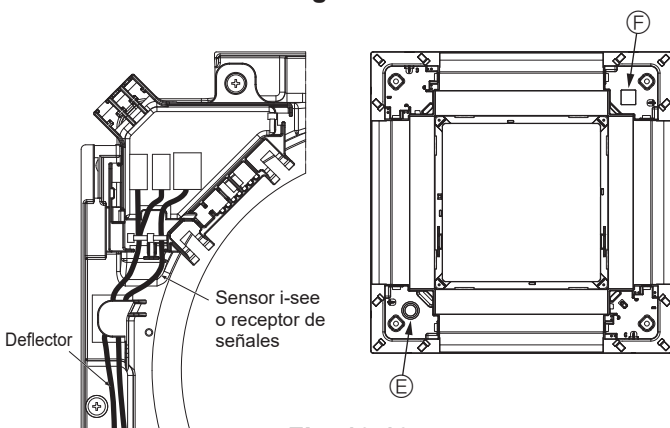

Fig. 10-13
- Coloque los cables del Sensor i-see y del receptor de señales como se indica en la Fig. 10-13.